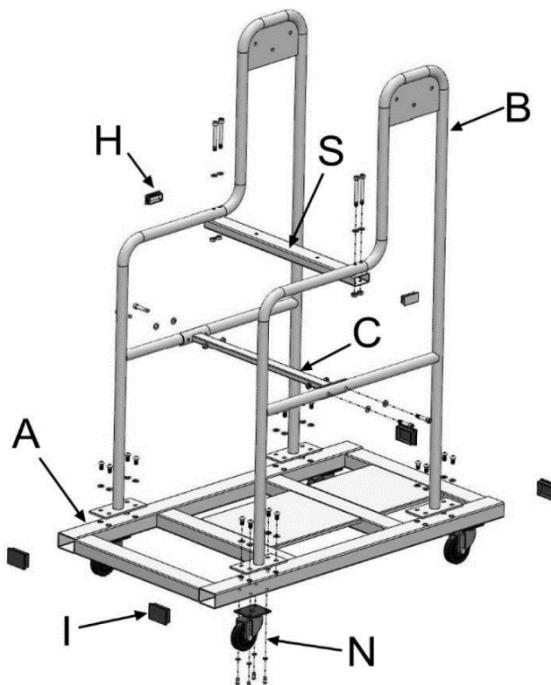

Рисунок 3.
Закрепите поворотные колеса (N) на платформе (A) при помощи винтов с шестигранным шлицем M6×15 и плоских шайб 6 мм (рис. 3, 4.1).
Вставьте заглушки (I) с четырех сторон платформы (A), рис. 3, 4.2.
Закрепите стойку (B) на платформе (A) при помощи винтов с шестигранным шлицем M8×16 и плоских шайб 8 мм (рис. 3, 4.3).
Прикрепите поперечную опору (C) к стойке (B) при помощи винтов с шестигранным шлицем M8×40, шайб 8 мм и гаек M8 (рис. 3, 4.4).
Прикрепите соединительную трубку (S) к стойкам (B) при помощи винтов с шестигранным шлицем M8×70, плоских шайб 8 мм и гаек M8 (рис. 3, 4.5).
Вставьте заглушки (H) с обеих сторон соединительной трубы (S), рис. 3, 4.6.